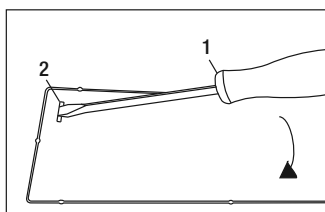
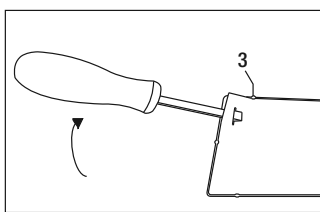
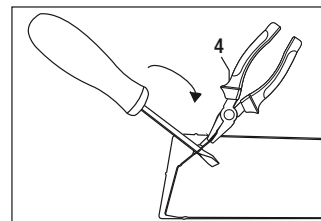

Fig. 9a
Fig. 9b
Fig. 9c
- Para retirar la abertura de ventilación, inserte un destornillador plano (1) en la ranura de la esquina (2) y, haciendo palanca, empuje hacia arriba para separarla del borde (fig 9a). Una vez que la ranura de la esquina esté plegada, inserte el destornillador en la ranura desde la dirección opuesta y siga doblándola hasta que se rompan las pestañas más cercanas (3) que mantienen la cubierta en su lugar (fig 9b). Haciendo palanca, siga empujando la cubierta hacia arriba y sepárela con ayuda de las pinzas (4) para romper las pestañas restantes que mantienen la cubierta en su lugar (fig 9c).